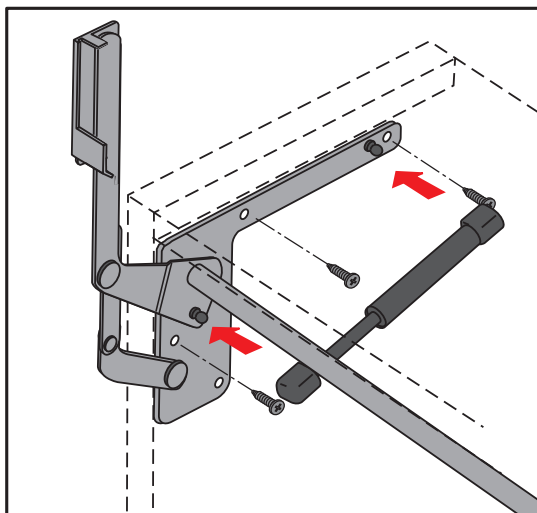

Abb.2
- Spreizen Sie die Schenkel der Befestigungskonsole auseinander (siehe Abb. 2)
- Kennzeichnen Sie auf beiden Seiten an den entsprechenden Stellen die Positionen der drei Befestigungsschrauben der Konsole (siehe Abbildung 2),
- Setzen Sie die Konsole erneut an, und befestigen Sie sie mit Hilfe der drei 3,9 x 13 Schrauben (siehe Abbildung 2),